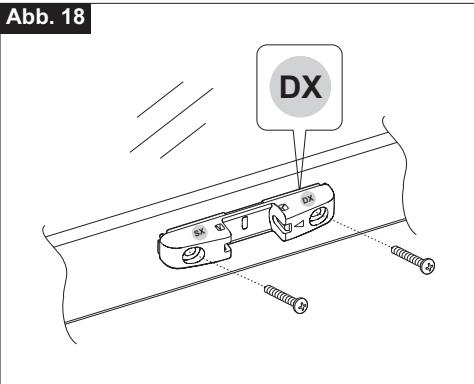

Abb. 19
- 6) **Abb. 19-** Den Bügel zur Befestigung am Fenster nach der Mittellinie ausrichten und dabei den Mittellinieanzeiger (**Bez. 1**) als Bezug anwenden, der sich in der Mitte derselbe befindet;